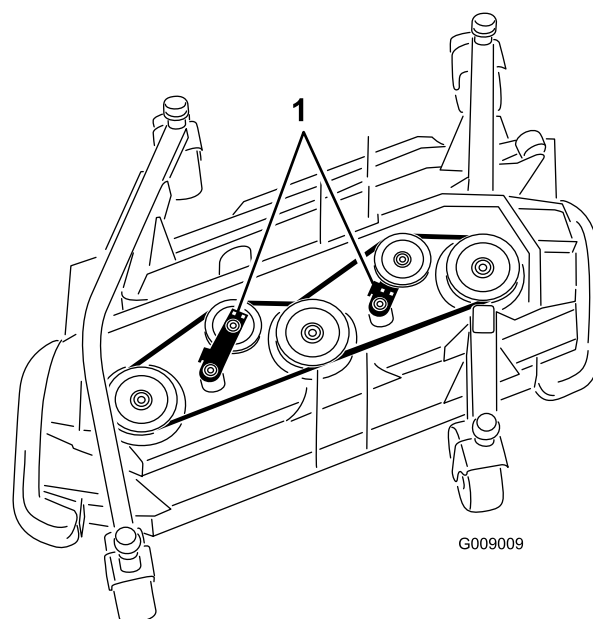

図 85
3. ラチェットレンチのようなものを使って、アイドラプーリ (図 85) を駆動ベルトから離してベルトの張りをなくし、プーリからベルトを外す。